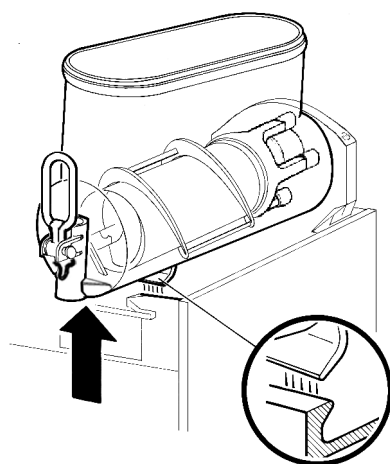
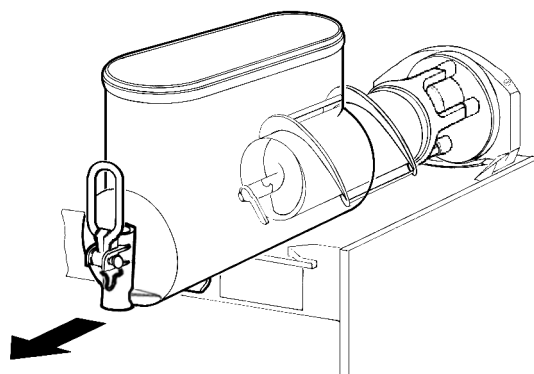

figura 6
figura 7
- 2** Desmontar el contenedor empujando ligeramente la parte inferior (lado grifo) hacia arriba para dejar libres los ganchos inferiores (ver figura 6) y luego quitarlo por adelante (ver figura 7).